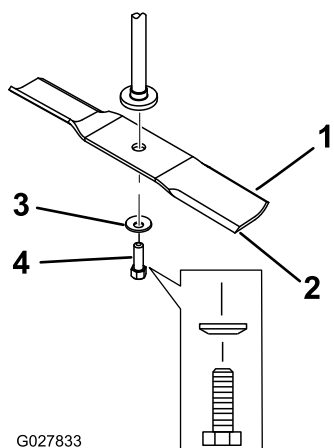

Figura 59
2. Retire del eje el perno de la cuchilla, la arandela curva y la cuchilla (Figura 59).
2. Instale la arandela curva (con la copa hacia la cuchilla) y el perno de la cuchilla (Figura 59).
1. Instale la cuchilla en el eje (Figura 59).